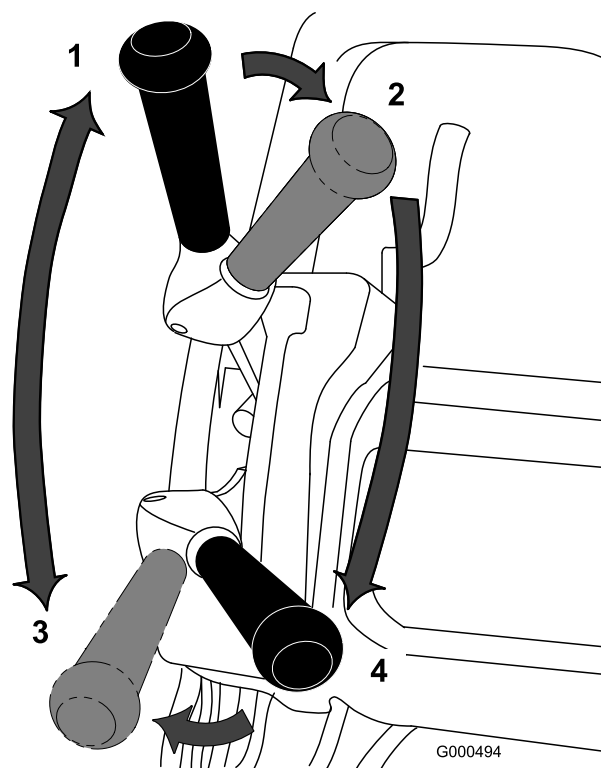

Figura 27
1. Ligue o motor, coloque o regulador a uma velocidade reduzida, empurre o manípulo para levantar a unidade de corte, desloque a alavanca de tração para a posição Engatada e leve o cortador até uma ponta do relvado (Figura 27).
2. Coloque a alavanca de tração na posição Desengatada e engate a transmissão do cilindro (Figura 27).
3. Desloque a alavanca de tração para a posição Engatada, aumente a velocidade até que o cortador se movimente à velocidade desejada, conduza o cortador para o relvado, desça a dianteira do cortador e comece a operação (Figura 27).